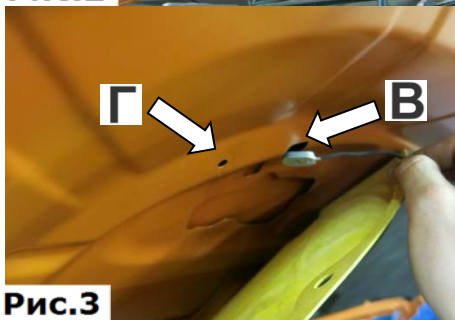

Рис.3
3. Держась за проволоку, завести планку закладную в отверстие (В) в усилителе капота. Совместить резьбовое отверстие в планке закладной с отверстием (Г) от демонтированного пистона (А), (Рис.3).